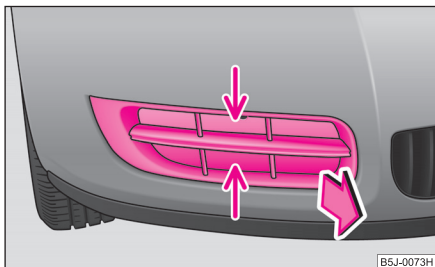

Fig. 189 Bara de protecție față: Grilajul protector
- Apucați grilajul de protecție de locul marcat cu săgeată și scoateți-l ⇒ fig. 189.